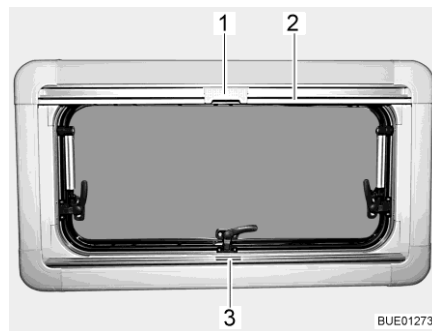

Bild 78 Överkantshängt fönster
- Ta tag i mitten på plisségardinens list (Bild 78,3) och drag den nerifrån och uppåt och släpp den vid önskad höjd. Plisségardinen stannar på denna höjd.
- Drag, med listen, (Bild 78,2) ner insektsnätet tills listen stöter mot plisségardinen (Bild 78,3).
- Lås fast insektsnätets spärr (Bild 78,1) på plisségardinens list.
- Tryck spärren (Bild 78,1) upptill på insektsnätet bakåt.
- För långsamt tillbaka insektsnätet med listen (Bild 78,2).